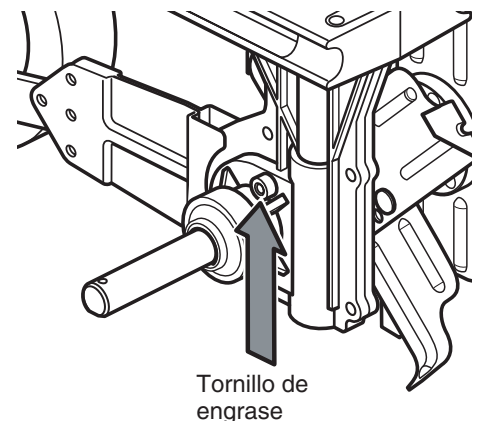

Figura 14 – Tornillo de engrase
2. Localice el tornillo de engrase ubicado arriba del eje de las púas al lado derecho de la transmisión (vea la figura 14).